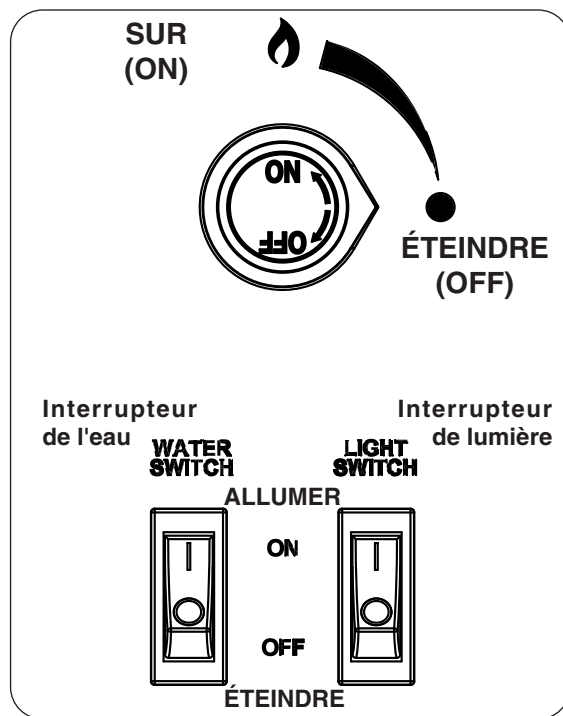

Fig. 38-2 Détail de la boîte de contrôle
- 4. **Une fois la flamme en position**, tournez le bouton de commande dans le sens inverse des aiguilles d'une montre sur la position **ON (sur)**, appuyez et maintenez la position pendant 15 secondes (voir Fig. 38-2). Votre brûleur devrait s'allumer dans un délai de 5 secondes. Maintenir le bouton appuyé pendant 15 secondes permet à la vanne de sécurité de s'enclencher et de maintenir le brûleur allumé.
Pour éteindre votre brûleur à gaz, tournez le bouton de commande du gaz dans le sens des aiguilles d'une montre jusqu'à la position **OFF (éteindre)** (voir Fig. 38-2). Veillez à ce que le bouton de commande soit éteint entièrement pour éviter toute fuite de gaz.
- 2. Basculez l'interrupteur de l'eau (côté droit de Firefall) à la position **ON (I)** (voir Fig. 38-2).
- 1. Basculez l'interrupteur de lumière (côté droit de Firefall) à la position **ON (I)** (voir Fig. 38-2).